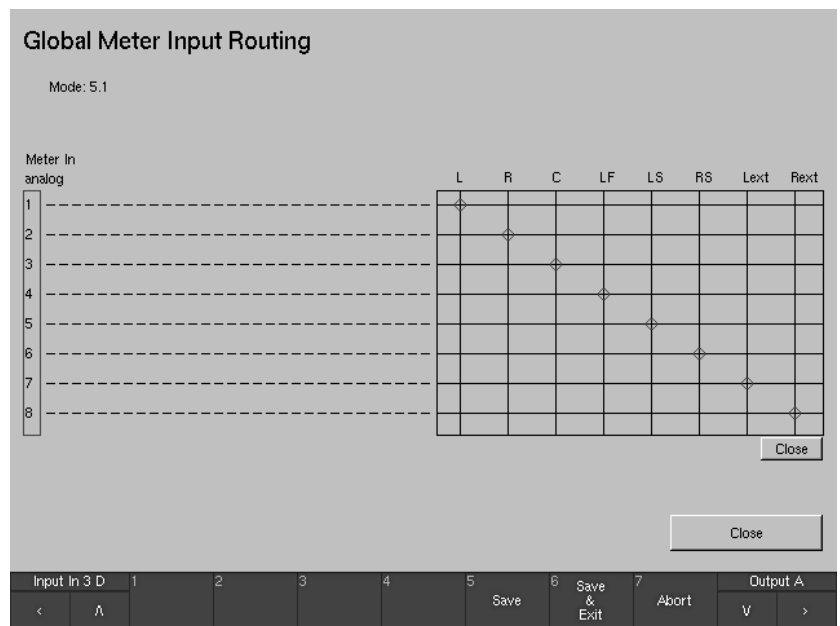

Bild 4-17: Kanaluordnungsmatrix für das „Meter Input Routing“
• „Meter Input Routing“ (siehe Bild 4-17)
Diese Schaltfläche öffnet eine weitere Menüseite mit der Routing-Matrix, in der den physikalischen Eingängen des Anschlusses „Meter In analog“ (siehe Abschnitt 2.3.8.) die internen logischen Kanäle L, R, ... zugeordnet werden können (siehe Bild 4-17 auf der nächsten Seite). Zur Verfügung stehen im: